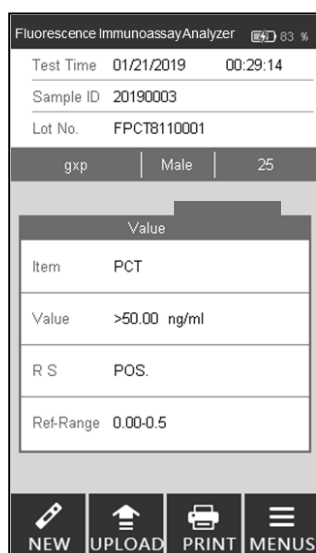

Fig. 34
Passo 8: Os resultados serão exibidos após o teste. (Ref. Fig. 34)
Passo 8: Os resultados serão exibidos quando o teste for concluído. (Ref. Fig. 34)